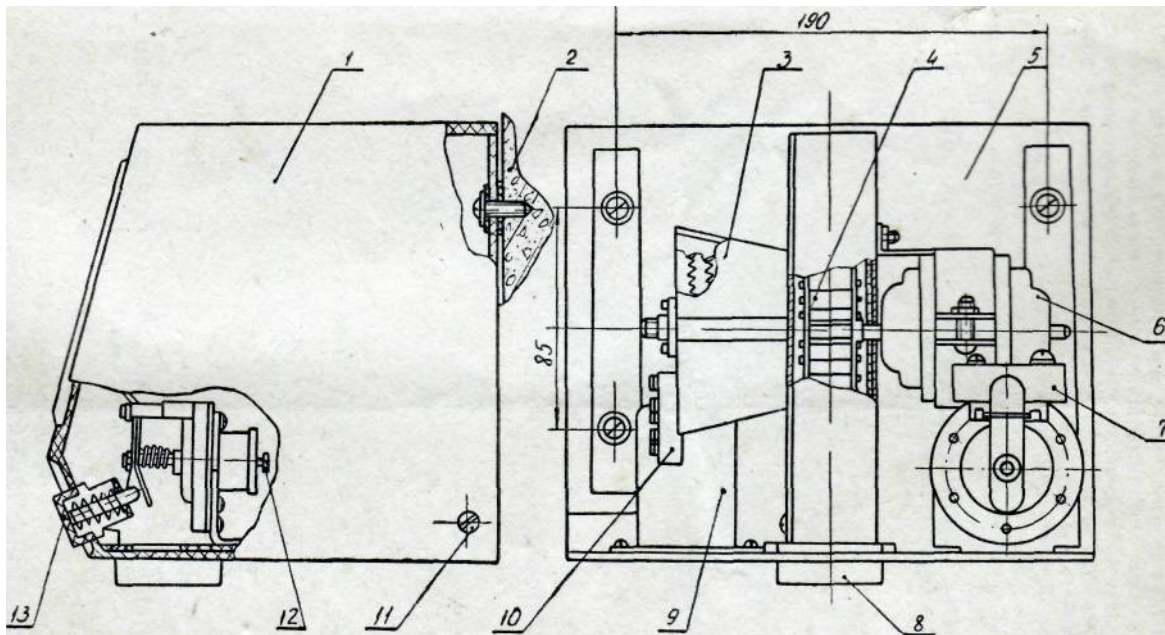
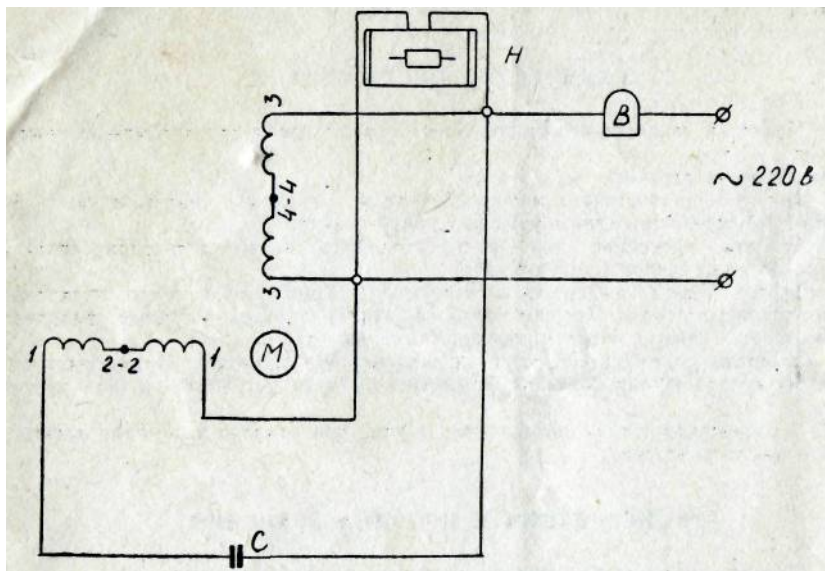

Рис. 1. Электросушитель ER-4 (габаритный чертеж):
Рис. 2. Схема электрическая принципиальная:
4.1. Электросушитель—настенный прибор состоящий из следующих основных узлов (рис. 1): электродвигателяб, 4, нагревателя 3 и пневматического реле времени 7. На основании 5изготовленном из ударопрочного полистирола, с помощью винтов крепятся вентилятор и конденсатор электродвигателя 9. На передней стенке корпуса /, также изготовленном из ударопрочного полистирола, вмонтировано зеркало.
4.2. После нажатия кнопки *I3* (рис. 1) замыкаются контакты реле времени, и электрический ток поступает одновременно в электродвигатель и нагреватель (рис. 2). Электродвигатель запускается и приводит во вращение турбину вентилятора. Засасываемый воздух, проходя через нагреватель, подогрывается и через направляющую (рис. 1) выталкивается наружу. Пневматическое реле времени автоматически отключает электросушитель от сети.
5.3. Перед монтажом снять корпус электросушителя, для чего вывернуть два винта *I1* (рис. 1). Затем по установочным размерам делать разметку на стене, высверлить четыре отверстия диаметром 20-25 мм на глубине 40 мм и заполнить их деревянными пробками.
Крепить электросушитель к стене с помощью шурупов и шайб 2 (рис. 1), имеющих в комплекте поставки.
Провода ввести через специальное отверстие в нижней части основания электросушителя и подключить к свободным зажимам клеммной колодки *I0* (рис. 1).
в) проверить время выдержки реле времени и при отклонении его от заданного значения подрегулировать. Поворот винта 12 (рис. 1) по часовой стрелке увеличивает время выдержки, против часовой стрелки — уменьшает;